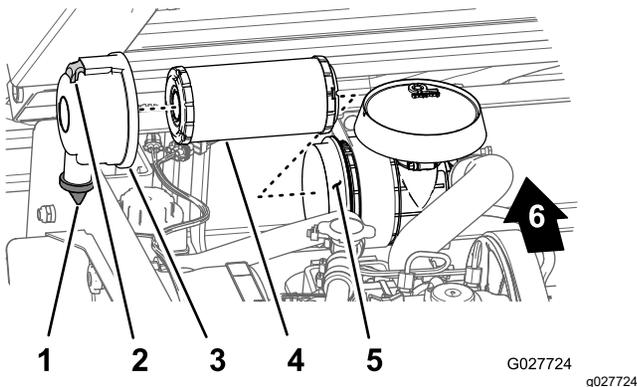

Figura 35
2. Inspeccione la carcasa del filtro de aire en busca de daños que pudieran causar una fuga de aire (Figura 35).
3. Tire hacia fuera del enganche y gire la tapa del filtro de aire en sentido antihorario (Figura 35).
5. Retire suavemente el elemento del filtro de aire de la carcasa del filtro de aire (Figura 35) para reducir la cantidad de polvo desplazado.
1. Limpie el orificio de expulsión de suciedad situado en la tapa del filtro de aire (Figura 35).
2. Retire la válvula de salida de goma de la cubierta, limpie el hueco y cambie la válvula de salida (Figura 35).
3. Introduzca el elemento del filtro de aire en la carcasa del filtro de aire presionando el borde exterior del elemento para asentarlo en la carcasa del filtro de aire (Figura 35).
4. Alinee la tapa del filtro de aire con la carcasa del filtro de aire, con la válvula de salida de goma hacia abajo – entre las 5 y las 7 aproximadamente, visto desde el extremo (Figura 35).
5. Sujete la tapa a la carcasa con los enganches (Figura 35).